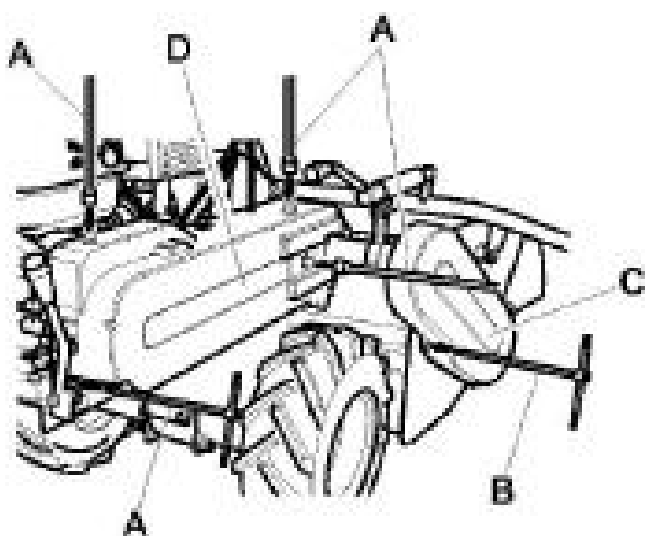

Figure 9
- Enlever la protection (Fig. 9 Réf.C), en dévissant et en enlevant les vis indiquées figure 9 Réf. B
Pour accéder à la zone dans laquelle sont situés les courroies de transmission et le dispositif de réglage du frein rotor, il est nécessaire d'enlever la protection (Fig. 9 Réf. D), puis de dévisser et d'enlever les vis indiquées figure 9 Réf A.
- Les carters de protection des courroies (Fig. 9 Réf. D et C) et les protections de la lame (Fig. 1 Réf. H) doivent toujours être installés correctement et être en bon état. En cas de détérioration, les réparer avant de réutiliser la machine.
- Nettoyer l'intérieur du carter de protection courroie (Fig. 9, Réf. D) avec un jet d'air.